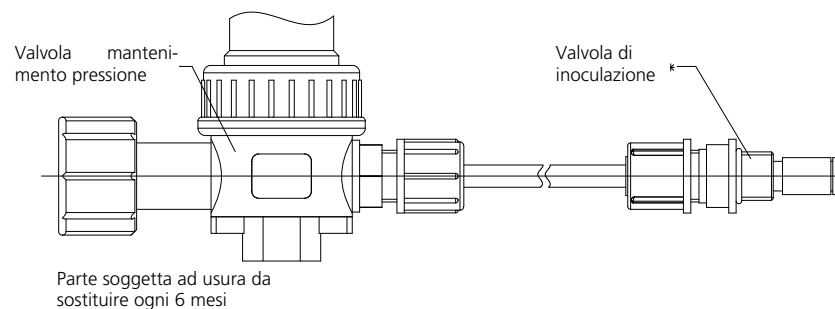

Fig. 1: Collegamento dell'impianto di dosatura GENODOS® DM-BS
- La tubatura per dosatura al punto di dosaggio deve essere installata saldamente e senza piegature. La tubatura per dosatura deve essere il più breve possibile. Il montaggio della tubatura per dosatura è riportato in Fig. 1.